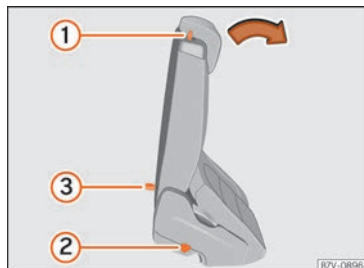

Fig. 137 Segunda fila de asientos: mandos de la ayuda de acceso.
• Si los hubiera, retire los objetos situados en la zona reposapiés de la segunda fila de asientos » » » ❶.
• Empuje la palanca » » » fig. 137 ❶ hacia delante y abata el respaldo del asiento trasero. Este asiento se abate por completo hacia delante » » » ⚠ y todavía se puede desplazar más longitudinalmente hacia delante.
• El asiento trasero debe quedar bien encastado para poder garantizar el efecto protector de los cinturones de seguridad en las plazas del asiento trasero. La marca roja » » » fig. 137 ❷ no deberá verse » » » ⚠ en Plegar los asientos traseros como superficie de carga de la pág. 158.
Si la palanca » » » fig. 137 ❶ no funciona, por ejemplo, después de un accidente, desde la tercera fila se pueden plegar hacia delante los asientos de la segunda fila para facilitar la salida desde la tercera fila » » » ⚠.
• Tire del asa » » » fig. 137 ❸ hacia atrás y abata el respaldo del asiento trasero. La banqueta completa se pliega hacia delante » » » ⚠.
- Una marca roja en el lado del asiento »» fig. 137 ② advierte que el respaldo no está encastrado. Cuando se encastra correctamente, la marca no es visible.